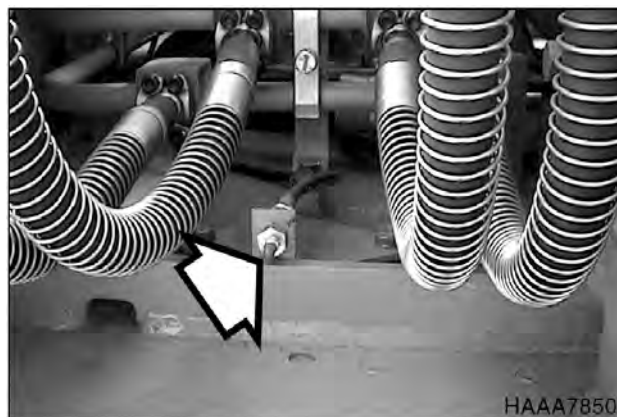

Рис. 73
1. Закачать смазку в масленку централизованной смазки (рис. 73) для механизма редуктора поворота.